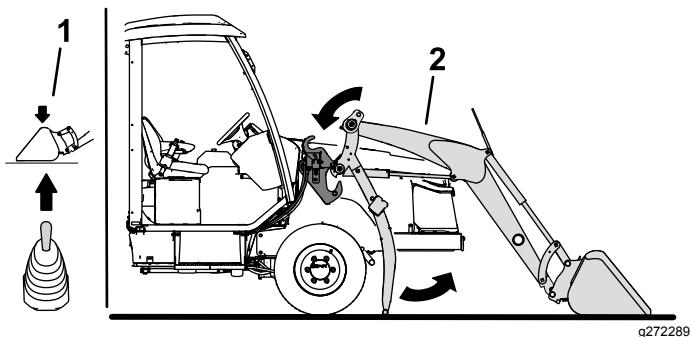

図 53
6. エンジンを始動し、ローダのジョイステイックを操作してアームをフレームマウントに入れる 図53。